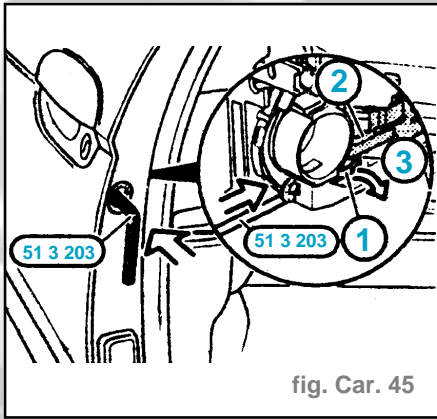

fig. Car. 45
- Introduire l'outil spécial 51 3 203 et amener la patte de sécurité (1) de la plaque de verrouillage (2) au dessus de l'ergot (3) en faisant levier (fig. Car. 45)